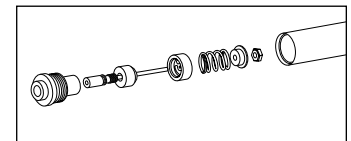

Abb. 5
2. Schieben Sie das Grundventil von der Dämpferstange. Notieren Sie sich die Ausrichtung des Ventils, der Verschlussplatte, der Wellenscheibe und des Trägers. (Abb. 5.)